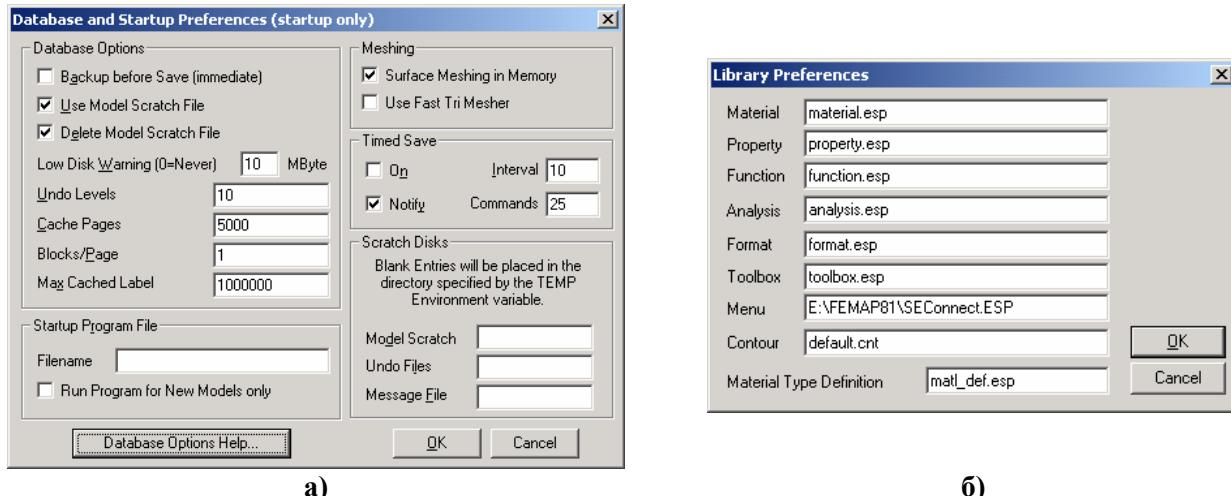

Рис.1.6. Діалогові панелі настроювання:
• „**Database...**” – налаштовування взаємодії FEMAP з файлом даних проекту *.mod (див. рис.1.6-а). Опція „**Backup before Save (immediate)**” вказує на створення резервної копії файла даних проекту. Опція „**Use Model Scratch File**” вказує на роботу через тимчасову копію файла даних проекту, яка буде видалятися при завершенні роботи програми, якщо встановлено опцію „**Delete Model Scratch File**”. Використання цих опцій додає надійності у роботі з проектом. Параметр „**Low Disk Warning**” вказує, при яких розмірах вільної пам’яті на магнітному носії програма почне видавати застереження. Параметр „**Undo Levels**” вказує
- **Libraries...** – шляхи до бібліотечних файлів (з розширенням імен .esp, див. рис.1.6-б та Розділ 1.4). Можна змінити їх розташування в цьому діалогу, але цього не достатньо: FEMAP сам не може створити такий файл на новому місці. Тому потрібно його туди переписати або створити новий (спочатку пустий) за допомогою іншої програми;